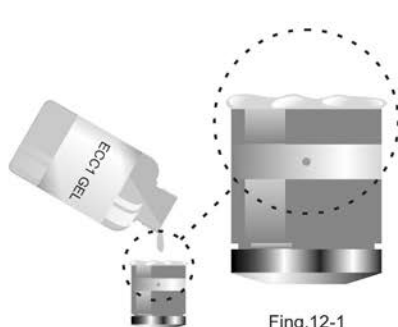

Fig.12-1
1. Desenroscar el cabezal de la membrana [9] del sensor. Colocar el cabezal de la membrana sobre una base limpia. Llenar completamente el cabezal de la membrana con el electrolito EEC1/GEL evitando que se formen burbujas (Fig. 12-1).